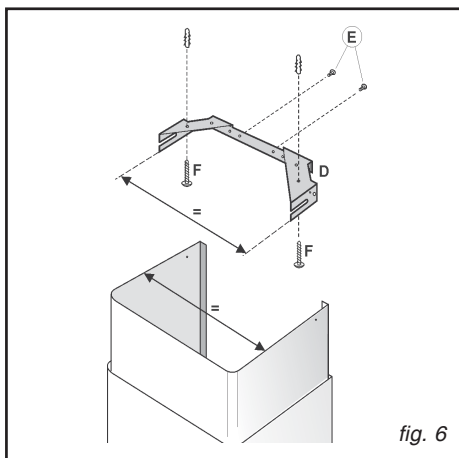
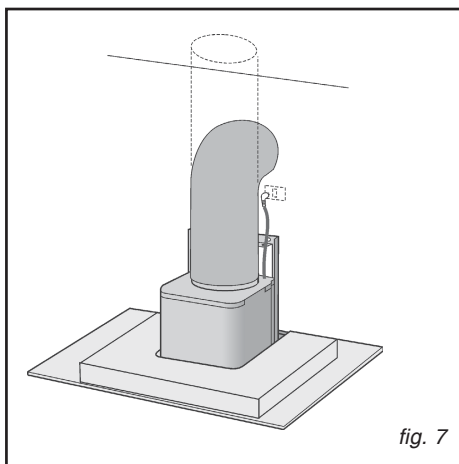
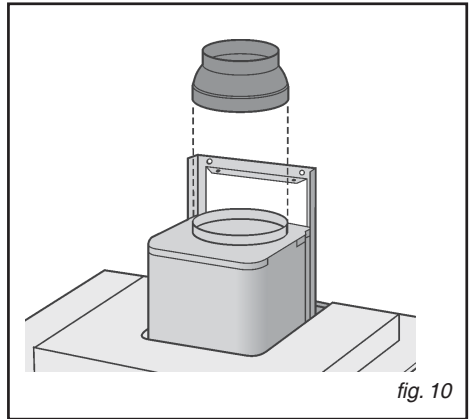

fig. 6
fig. 7
fig. 10
- Die Breite des Teleskoprohr-Tragbügels (D) über die in Abb. 6 gezeigten Schrauben (E) regulieren.
- Anschließend mit Hilfe der mitgelieferten Dübel und Schrauben (F) den Bügel so an der Decke befestigen, dass er mit der Haube ausgerichtet ist.
- Das Luftabführungsrohr an die Luftaustrittsöffnung der Haube anschließen; dazu einen Schlauch verwenden und ihn an der Luftaustrittsöffnung der Haube mit einer Metallschelle befestigen - Abb. 7 - (Schlauch und Schelle werden nicht mitgeliefert).
- Die Breite des Teleskoprohr-Tragbügels (D) über die in Abb. 6 gezeigten Schrauben E regulieren.
- Das Reduzierstück am Luftaustrittspunkt auf die Haube montieren (Abb. 10).